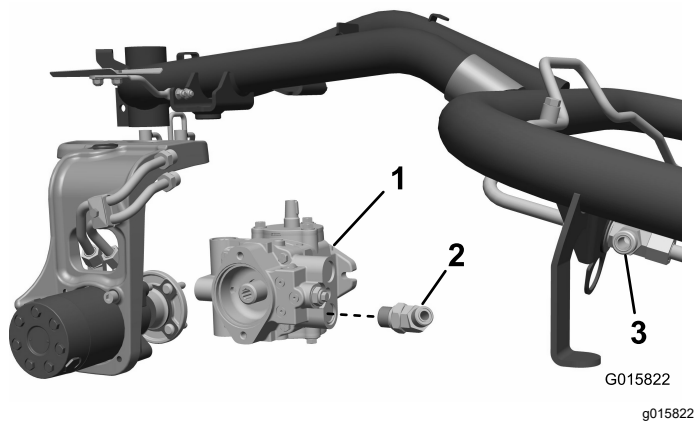

Figura 7
- Desconecte la manguera inferior de la bomba hidráulica de la bomba y del acoplamiento en T superior de los motores delanteros. Deseche esta manguera (Figura 7).
Deje el acoplamiento sin apretar, orientado hacia arriba y hacia fuera (Figura 7).